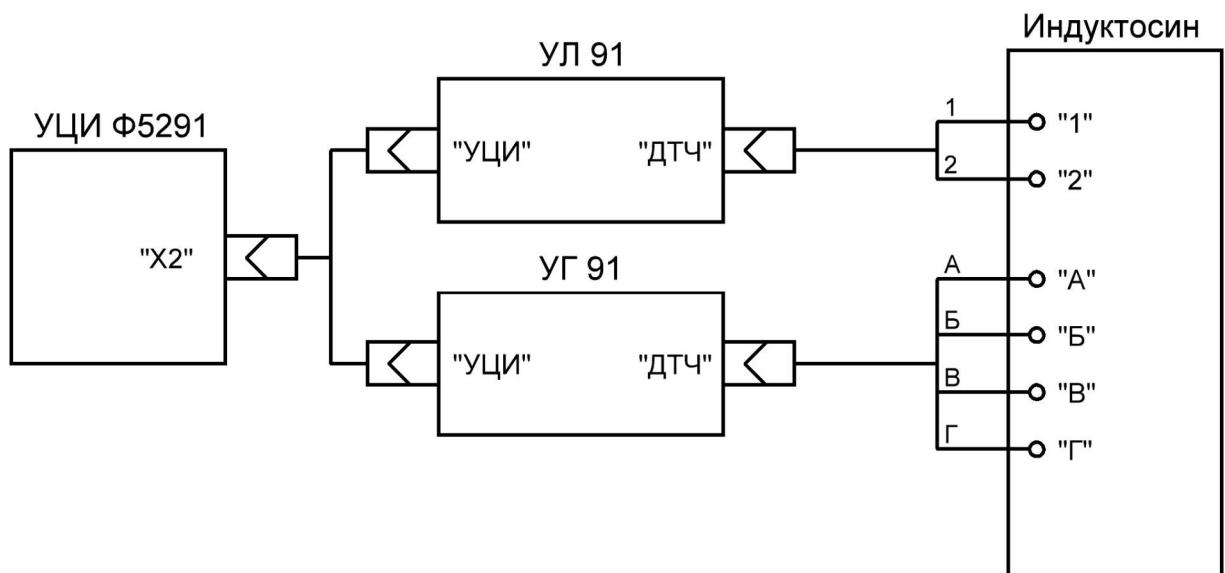

Рис.4.1
4.3. Подключить согласно рис.4.1: